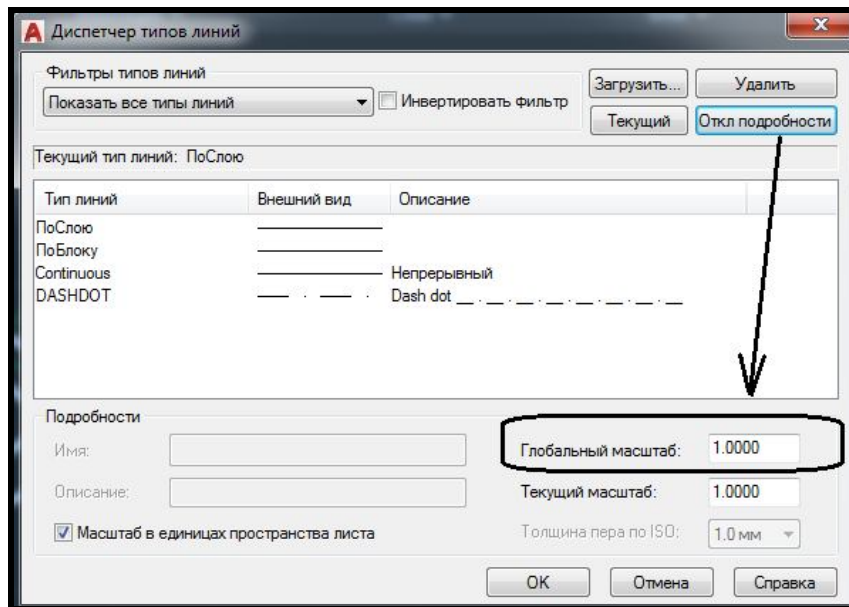

Рисунок 2.44 – Изменение частоты повторяемости шаблона типов линий
– Изменить **Глобальный масштаб (Global scale factor)** повторения шаблона типа линий в соответствии с лимитами чертежа (если лимиты чертежа уменьшились, то и частота повторяемости должна уменьшиться в такое же количество раз, если лимиты увеличились, то и частота повторяемости должна увеличиться в такое же количество раз) (рис. 2.44).